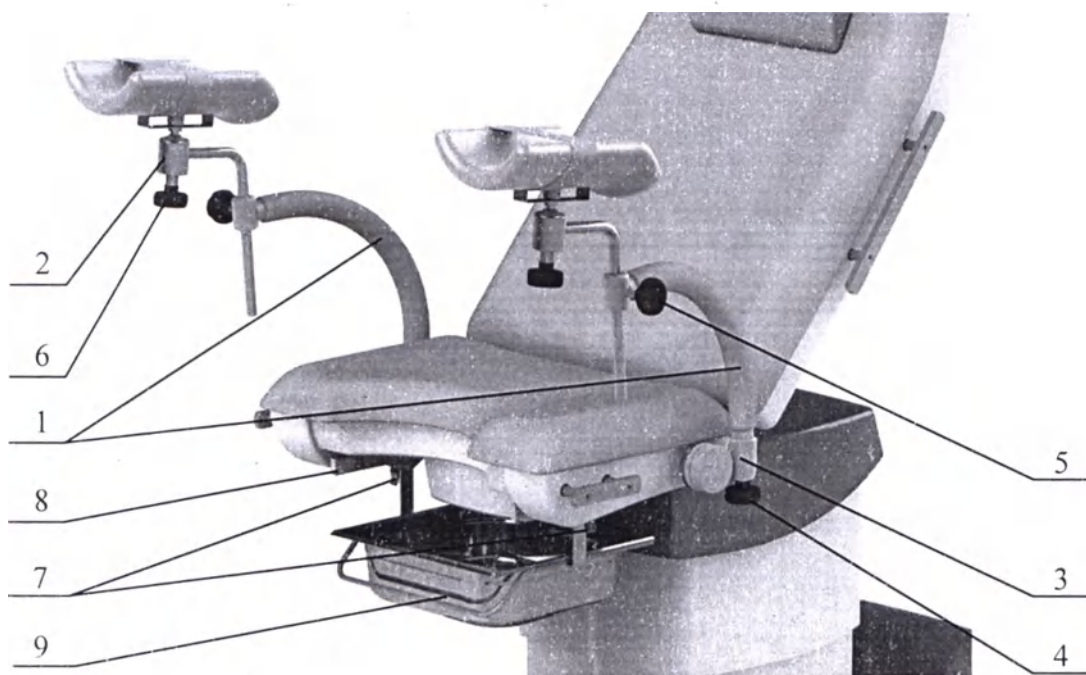

Рисунок 5. Регулировка приспособлений.
10.8 Упоры для рук с держателями для ног по Гепелю 1 расположены по бокам сиденья (Рисунок 5).